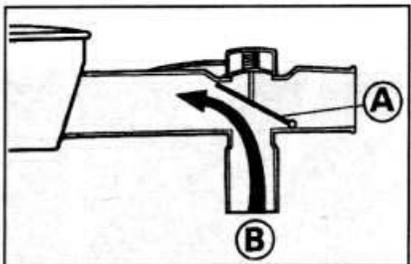

Рис. 1.29. Входное отверстие воздушного фильтра и клапан откидной створки на двигателе CVH.
- Запустите двигатель, и прогрейте его до нормальной рабочей температуры, клапан должен открыться для подачи теплого воздуха от области выпускного коллектора (см. рис.1.29).